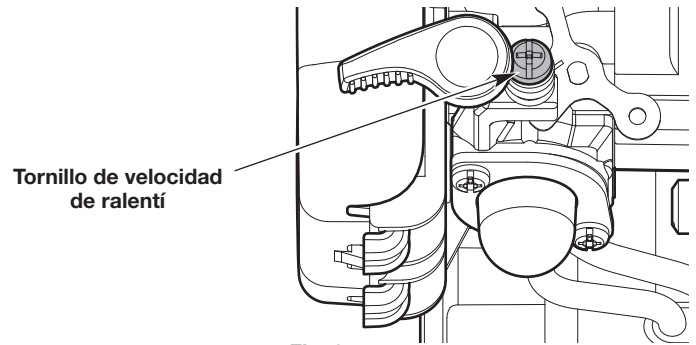

Fig. 27
- Si el motor se para, aumente la velocidad de ralentí. Use un destornillador Phillips pequeño para girar el tornillo de velocidad de ralentí en el sentido de las agujas del reloj, 1/8 de giro cada vez hasta que el motor funciona al ralentí de manera uniforme (Fig. 27).
- Si el cabezal de corte gira cuando el motor funciona al ralentí, reduzca la velocidad de ralentí. Gire el tornillo de velocidad de ralentí en el sentido contrario de las agujas del reloj, 1/8 de giro cada vez, hasta que se detenga el cabezal de corte (Fig. 27).